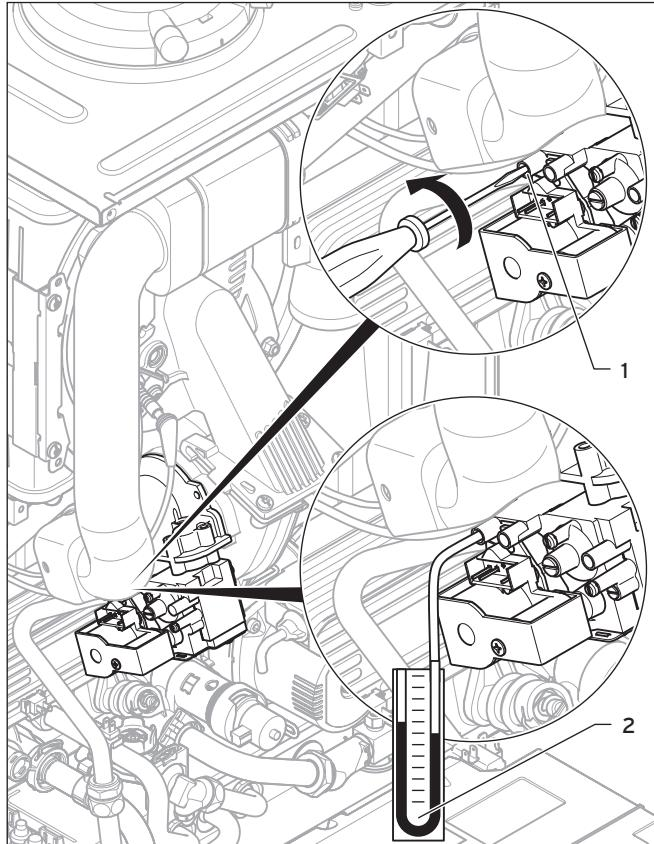

Fig. 2.1 Kontrol af gastilslutningstrykket
- Løsn målenippelens tætningsskrue (1) (venstre skrue) på gasarmaturet ved hjælp af en skruetrækker.
- Slut et manometer (2, Fig. 2.1) til målenippelen (1).